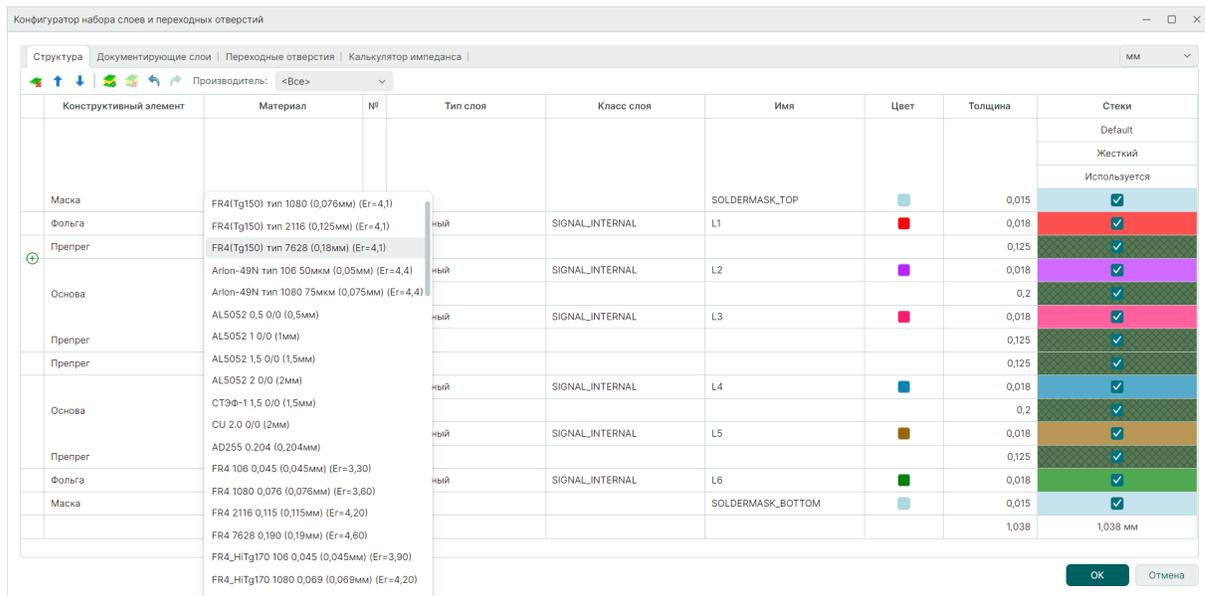

Рис. 66 Изменение материала в структуре платы
6. Перейдите во вкладку «Структура» и выберите существующий материал с подходящими параметрами для обеспечения заданного волнового сопротивления и геометрических параметров проводников или измените стек печатной платы, см. Рис. 66. Подробнее смотри раздел Формирование структуры слоев платы.